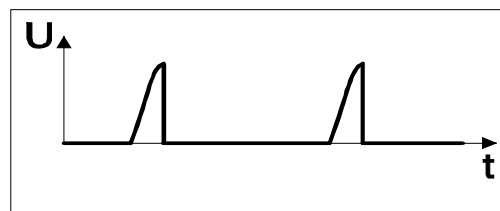

Abb. 1 - ImpulsHochspannung
- von der **Spannungsform** (s. Abb.1)